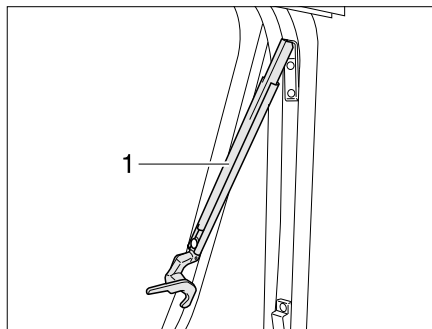

Fig. 77 Fenêtre projetante avec bras automatiques, ouverte
- Ouvrir la fenêtre projetante jusqu'au cran d'arrêt souhaité. Le bras automatique (Fig. 77,1) s'enclenche automatiquement.